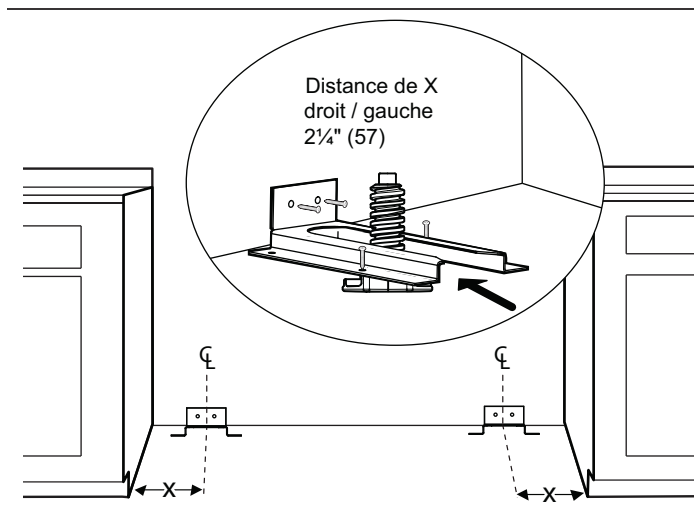

Figure 7 : Mise en place de la patte antibascule
- Placez la patte sur l'emplacement comme indiqué à la Figure 7.